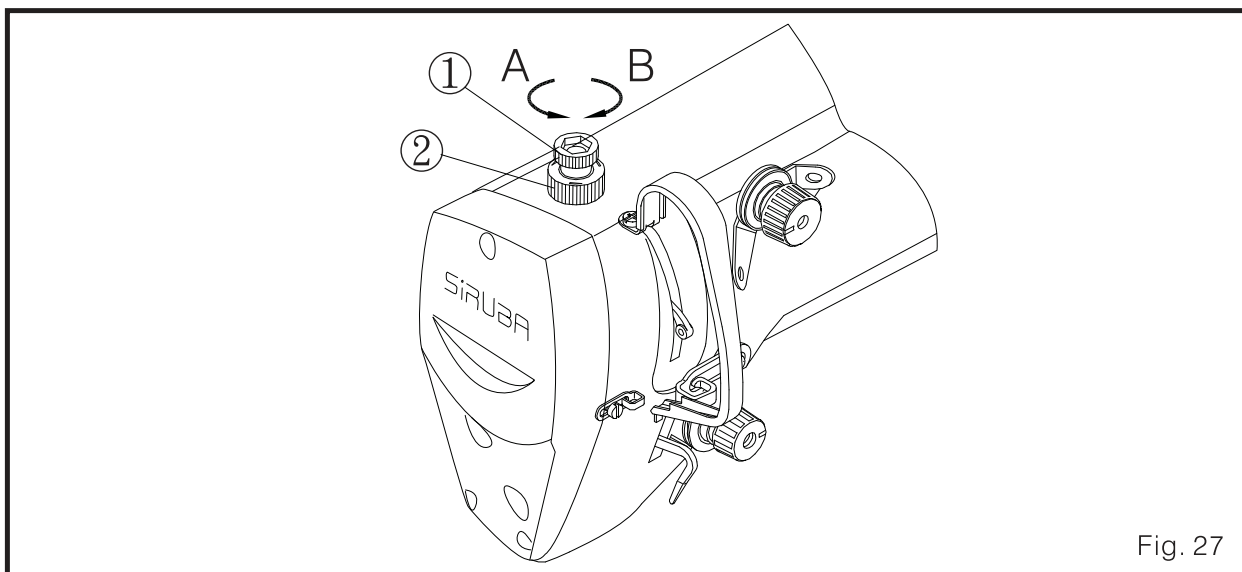

Fig. 27
1. Solte a porca ②, gire o regulador da mola do calcador ① no sentido horário (na direção A) para aumentar a pressão do calcador. (Fig. 27)
2. Gire o regulador da mola do calcador ① no sentido anti-horário (na direção B) para reduzir a pressão do calcador.
3. Trave a porca ② após o ajuste. Para tecido normal, a pressão normal do calcador deve ser ajustada em 5 kg, para tecido pesado é 7 kg. (Para obter o melhor resultado de costura, ajuste a pressão adequada do calcador de acordo com o material.)